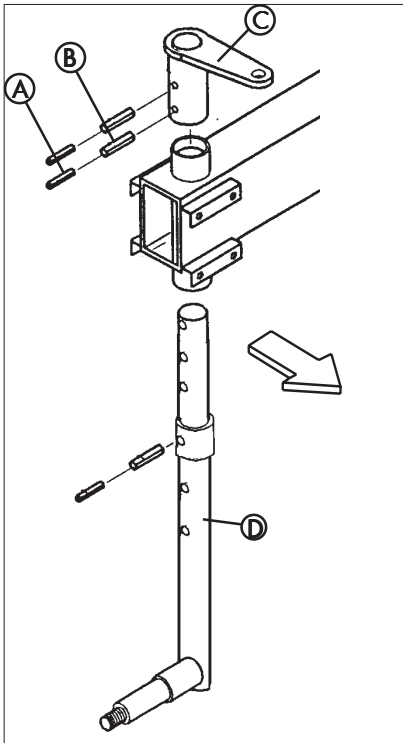

Bild 2-1
Dazu Spannstifte (A + B) aus dem Steuerhebel (C) demontieren. Achse (D) nach außen drehen (Bild 2-1).